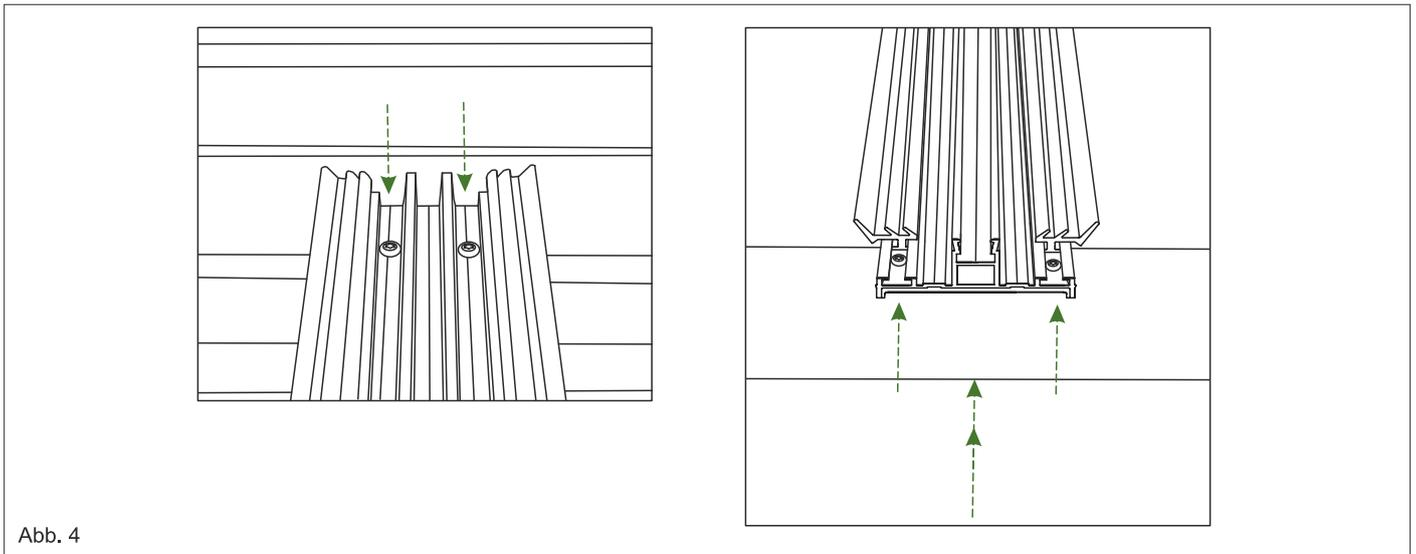

Abb. 4
4. Befestigen Sie nun jeden Mittelsparren jeweils mit 2 Schrauben an dem Wandprofil und an dem Rinnenprofil. Zusätzlich wird jeder Mittelsparren mit einer Schraube an den Rinnenprofil von unten angeschraubt. Siehe Abb. 4.
1. Die Polycarbonatplatten werden bereits mit dem Klebeband verschlossenen Kanten geliefert. Wenn Sie die Polycarbonatplatten gekürzt haben oder diese ohne die verschlossenen Kanten geliefert bekommen haben, so empfehlen wir die Kanten mit dem Atmungsaktiven Klebeband zu verkleben umso die Verschmutzungen in den Hohlkammern der Platten zu vermeiden. Siehe Abb. 4.